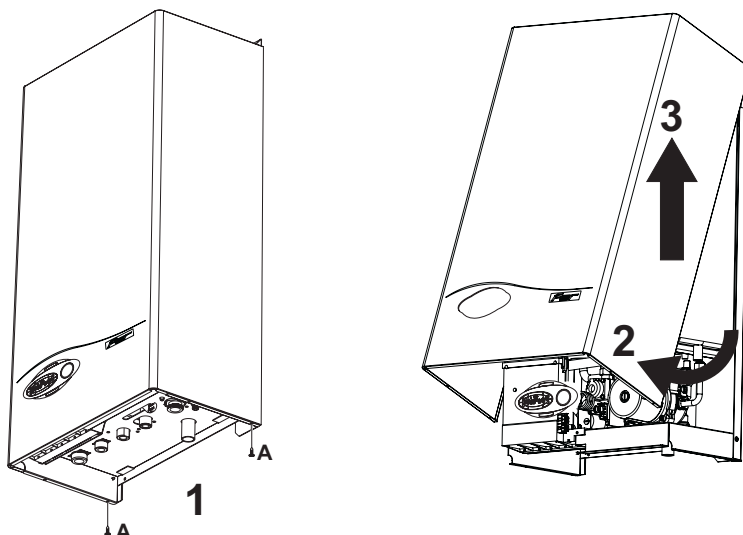

fig. 28 - Apertura mantello
1. Svitare le viti A (vedi fig. 28).
2. Ruotare il mantello (vedi fig. 28).